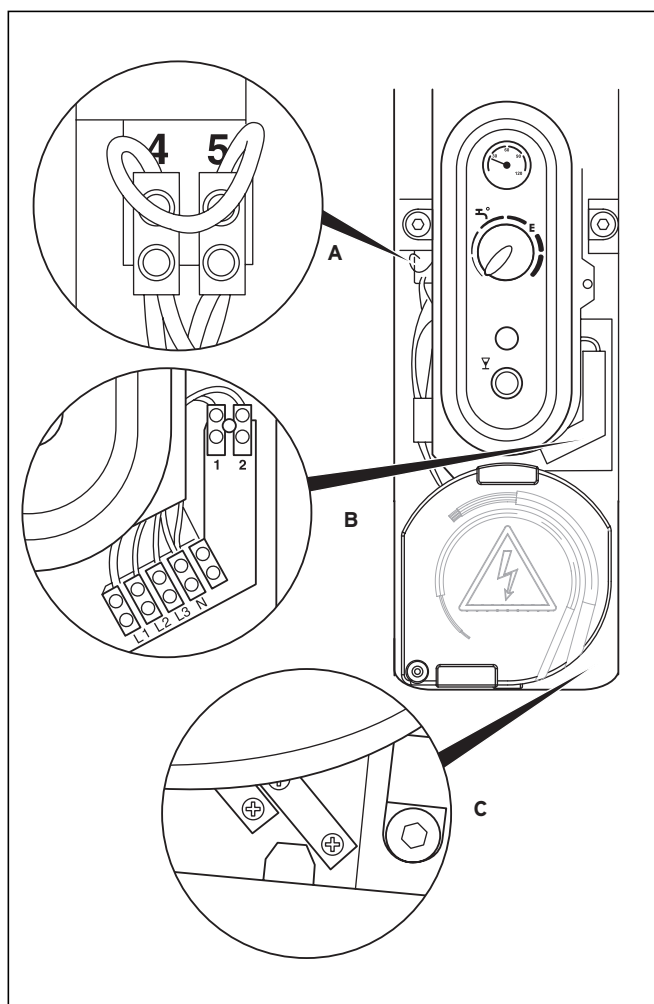

Fig. 8.5 Cassetta dei collegamenti
- Far passare il cavo di allacciamento alla rete attraverso l'apertura inferiore dell'alloggiamento (**C**, vedere fig. 8.5).
- Collocare il cavo nel dispositivo di scarico della trazione aperto (**C**, vedere fig. 8.5).